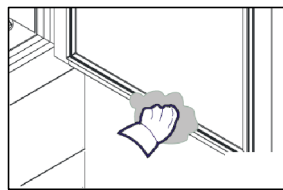

Fig.2
- * Lavar com água a gaxeta de vedação (borracha da porta) enxugá-la cuidadosamente esfregando com pano seco. (Fig.2)